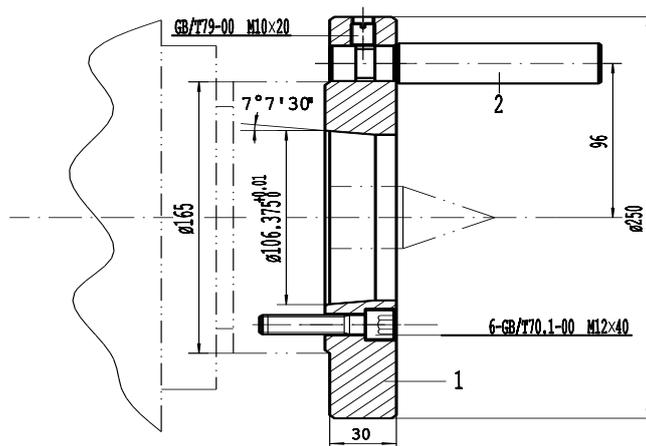

Рис.18 Схема установки патрона, установочной плиты или планшайбы
Хвостовик шпинделя имеет тип A16 (см. Рис. 18). Поставляемый патрон является ручным 3-х кулачковым самоцентрирующимся патроном модели K11250/A16. Патрон напрямую соединяется со шпинделем винтами. Способ установки является одинаковым для установочной плиты, планшайбы и патрона.
**! Внимание:** При установке патрона (установочной плиты или планшайбы), необходимо до упора затянуть винты во избежание неплотной посадки патрона (установочной плиты или планшайбы). При использовании планшайбы необходимо затянуть шпиндель 2 (см. Рис. 18) винтами.